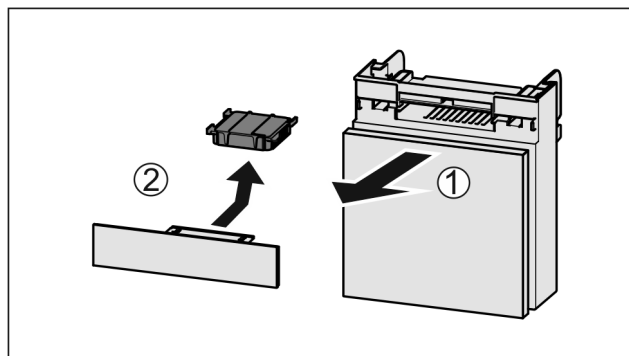

Fig. 94
- ▶ Tõmmake Fig. 94 (1) laegas ettepoole välja.
- ▶ Võtke Fig. 94 (2) aktiivsöefilter välja.